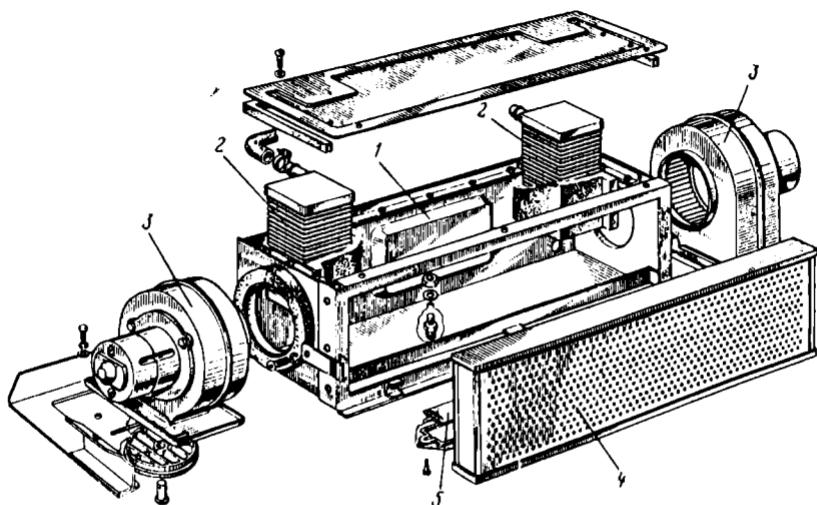

Рис. 78. Отопитель кабины (унифицированная кабина):
7.6.14.2. Унифицированная кабина (рис. 78)
1. Залейте воду в систему охлаждения дизеля при закрытом кране отопителя ВС-11, установленном на дизеле (рис. 78а). Запустите дизель, откройте пробки 1 (рис. 78б) сливных кранов отопителя, убедитесь, что вода
Рис. 78а. Кран отопителя ВС-11.
Рис. 78б. Сливной кран отопителя:
5. Очистку фильтра 4 (рис. 78) производите по мере необходимости, но не реже чем через 125 ч работы трактора. Инструкции по очистке изложены в таблице на фильтре.